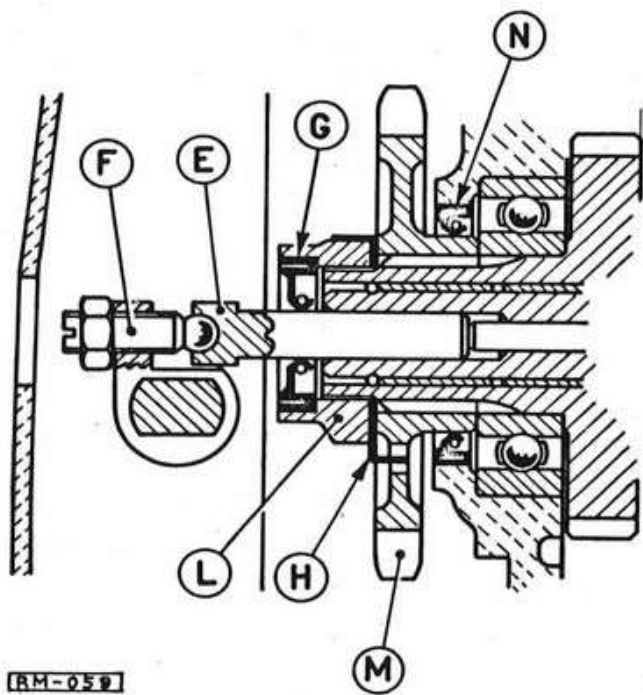

Fig. 59 - Comando astina disinnesto frizione - Pignone della catena di trasmissione.
Sfilare dall'anello di tenuta al centro del dado di bloccaggio del pignone il puntalino (E) dell'astina comando frizione. (fig. 59)